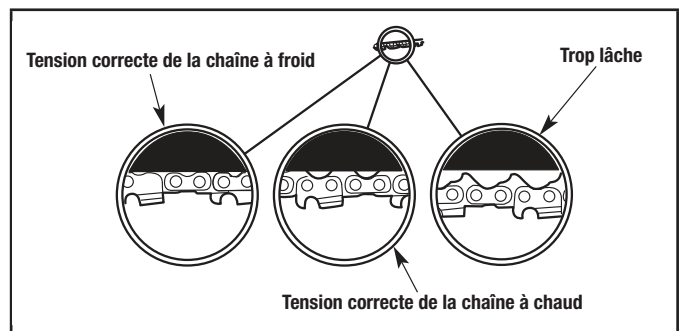

Figure 26
- Tension de la chaîne à froid – La chaîne doit s'adapter parfaitement sur la surface inférieure du guide-chaîne. Aucun fléchissement dû à la gravité ne doit être visible (Fig. 26).
- Tension de la chaîne à chaud – La lame d'acier se dilate lorsqu'elle est chaude en raison de l'utilisation de la scie. Un fléchissement dû à la gravité d'environ 1,3 mm (1/16 po) doit être visible sous le guide-chaîne lorsque la scie est chaude (Fig. 26).